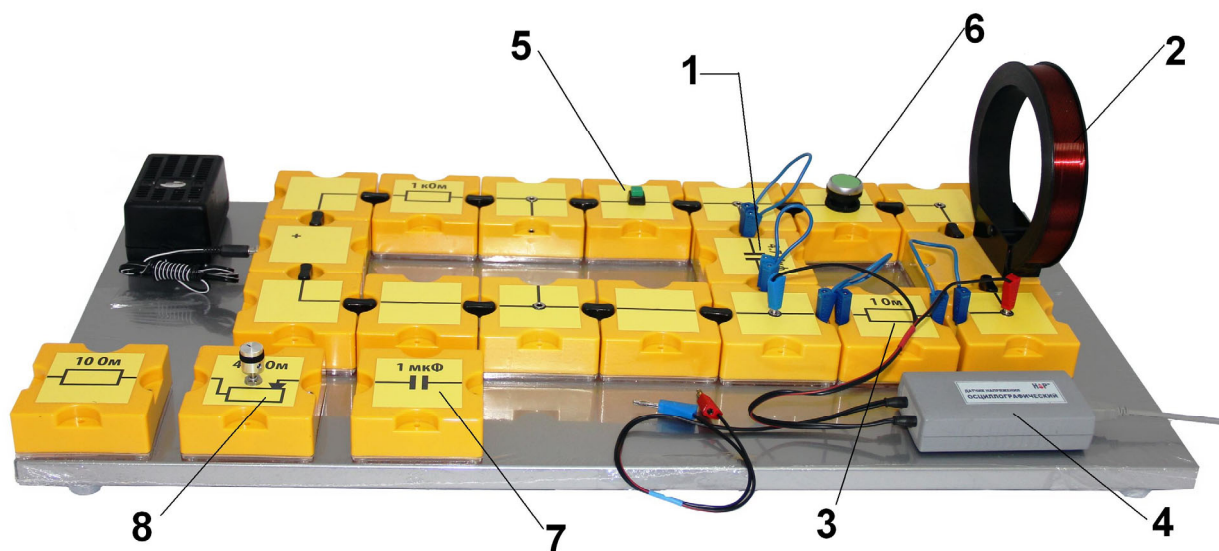

Рис. 1
Лабораторный стенд (рис.1) выполнен в виде собираемой из пластиковых монтажных элементов схемы на магнитной основе и включает в себя резисторы (3), конденсаторы (1, 7), катушку индуктивности (2), источник ЭДС, кнопки-выключатели (5, 6) для замыкания цепи зарядки конденсатора и его разрядки, переменный резистор (8), а также элементы для сборки электрической цепи.
1. Обозначим через  $q$  заряд на конденсаторе, через  $U$  - напряжение на нем, а через  $I$  – ток контура. В соответствии с законом Ома для замкнутой цепи для схемы (рис. 1) э.д.с. самоиндукции в контуре равна сумме падений напряжений на сопротивлении  $R$  и конденсаторе  $C$ :
Емкость  $C$  (рис.1), катушка индуктивности  $L$  и сопротивление  $R$  образуют исследуемый колебательный контур. Колебания в контуре наблюдаются с помощью осциллографического датчика напряжения, подключенного к компьютеру. Цепь заряда конденсатора содержит зарядный резистор сопротивлением  $1\text{ кОм}$  и кнопку, при замыкании которой конденсатор соединяется с источником постоянного тока и заряжается. При замыкании кнопкой разрядной цепи с индуктивностью, в контуре возникают свободные затухающие колебания, которые наблюдаются на экране компьютера.